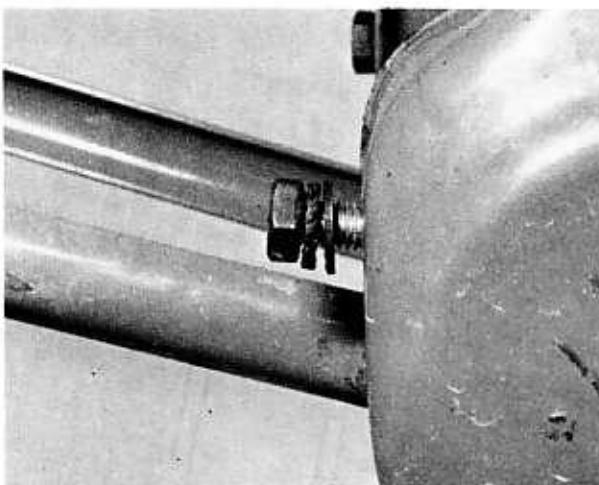

Bild 107
- Die Mutter (an älteren Modellen die Schraube), die Fächerscheibe und die Unterlagscheibe entfernen, mit der die Feder am Gabelrohr befestigt ist (Bild 107). Mutter und Scheiben der Schwingenlagerbolzen entfernen und den Bolzen mit einem Dorn austreiben. Dann können Schwingenarm und Feder ausgebaut werden (Bilder 108, 109).